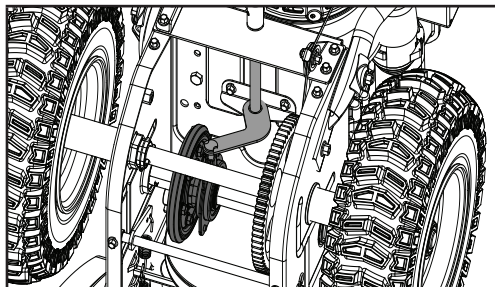

Figure 49
7. Suivez les étapes précédentes en ordre inverse pour réassembler les pièces (figure 49).